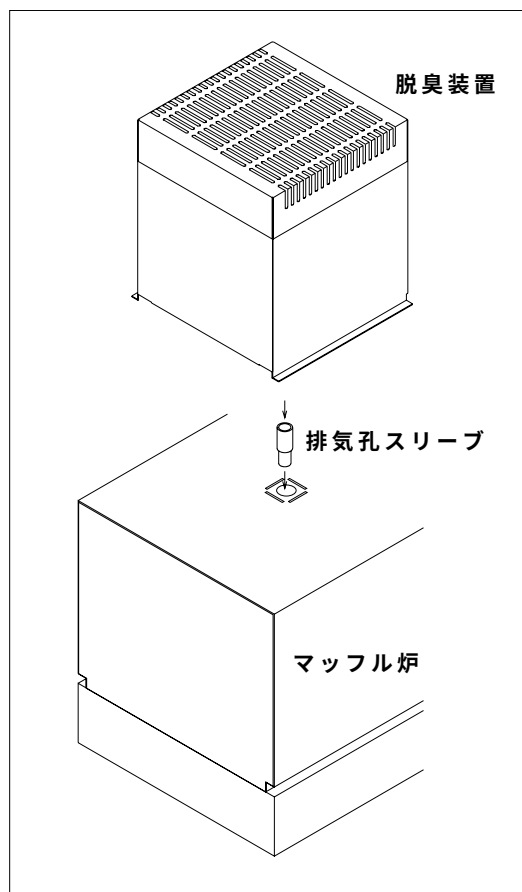

図 3
- ・図3のように本体の排気孔にKDF-ES72Sの付属品の排気孔スリーブを挿入し、その上にKDF-ES72Sを設置します。(4ヶ所ビス止め)